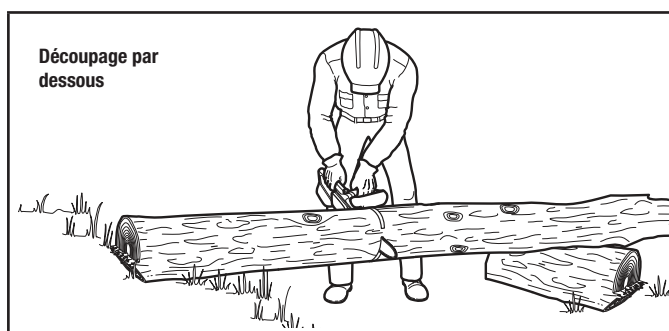

Figure 19
1. Commencez à couper par le bas, avec le haut de la chaîne de la scie contre le bas de la bûche (Fig. 19).